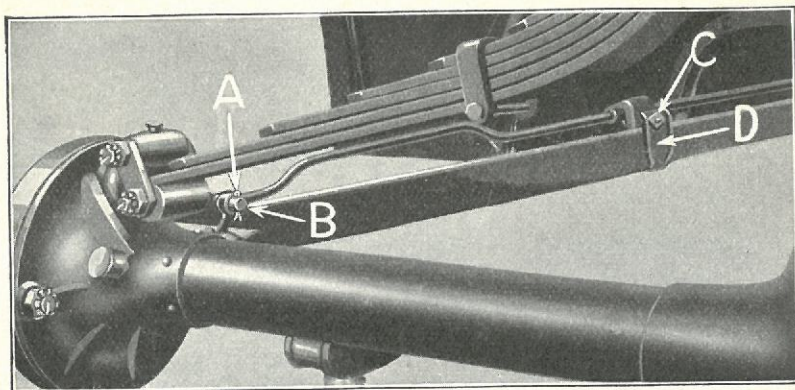

Fig. 360
- 645 Skil Bremsstængerne fra Ekspansionsboltarmene ved at udtage Splitterne »A« (Fig. 360) af Splitstiften »B« og trække Splitstifterne ud.
- 653** Anbring Bremsebardunstyret (Fig. 360-D) paa Bremsebardunen ca. 450 mm fra Boltehullet i Bardunens gaffelformede Ende.
- 654** Forbind Bardunens gaffelformede Ende med Ekspansionsbolt-Armen ved at indsætte Splitstiften, som sikres med Split (Fig. 360-B).